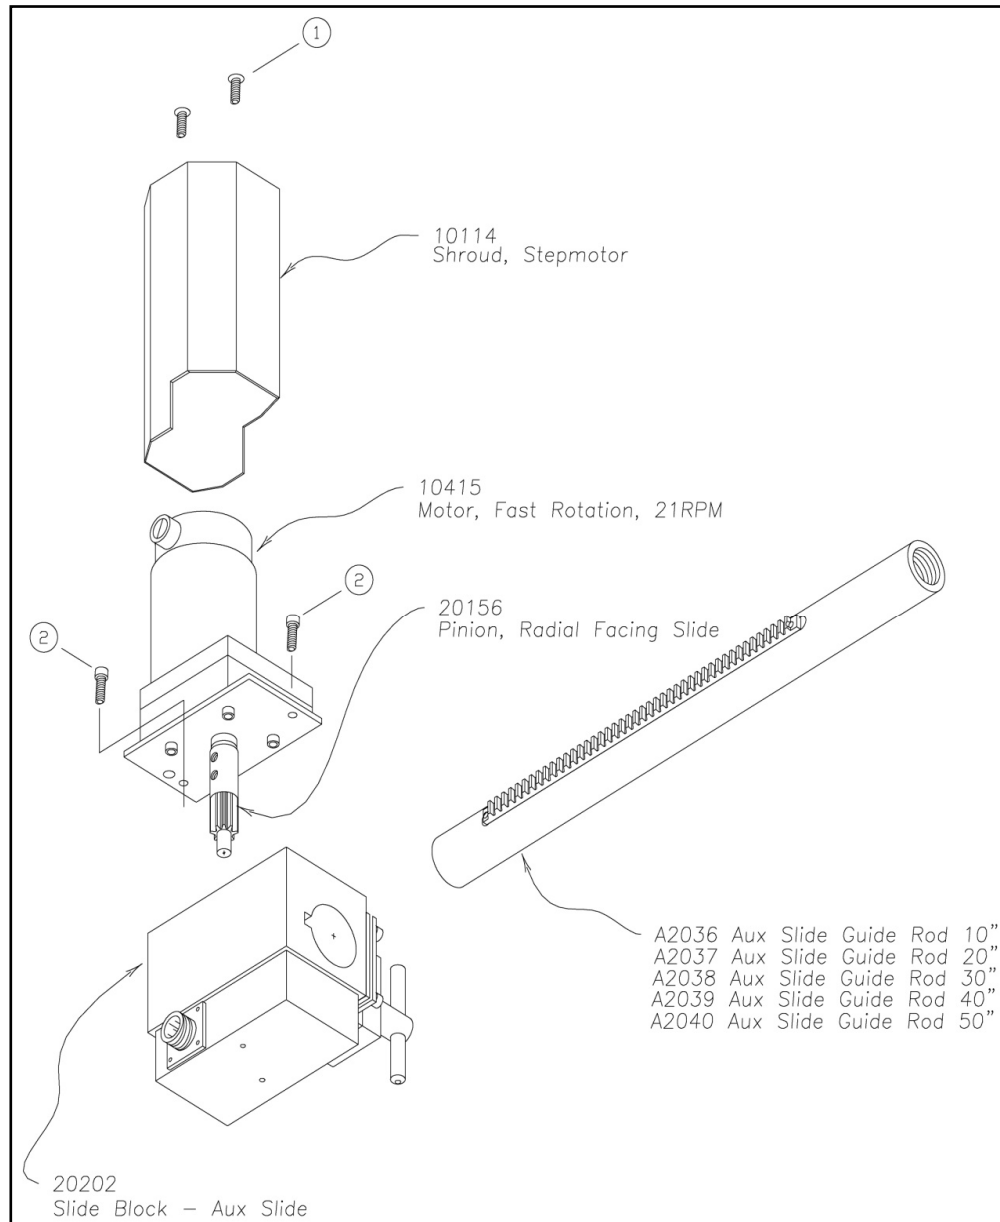

Figure 18 Retrait de l'ensemble de pas
Le mécanisme de pas auxiliaire peut être facilement retiré de la tige de guidage auxiliaire à glissière si la procédure est bien suivie. (Voir Figure 18)
2. Retirer la coiffe du moteur d'entraînement de pas (Bulle #1 Fig 18)
4. Retirer les deux vis à six pans creux qui fixent la plaque d'acier au bloc principal. (Bulle #2 Fig 18) Ne pas retirer la plaque d'acier du moteur de pas.